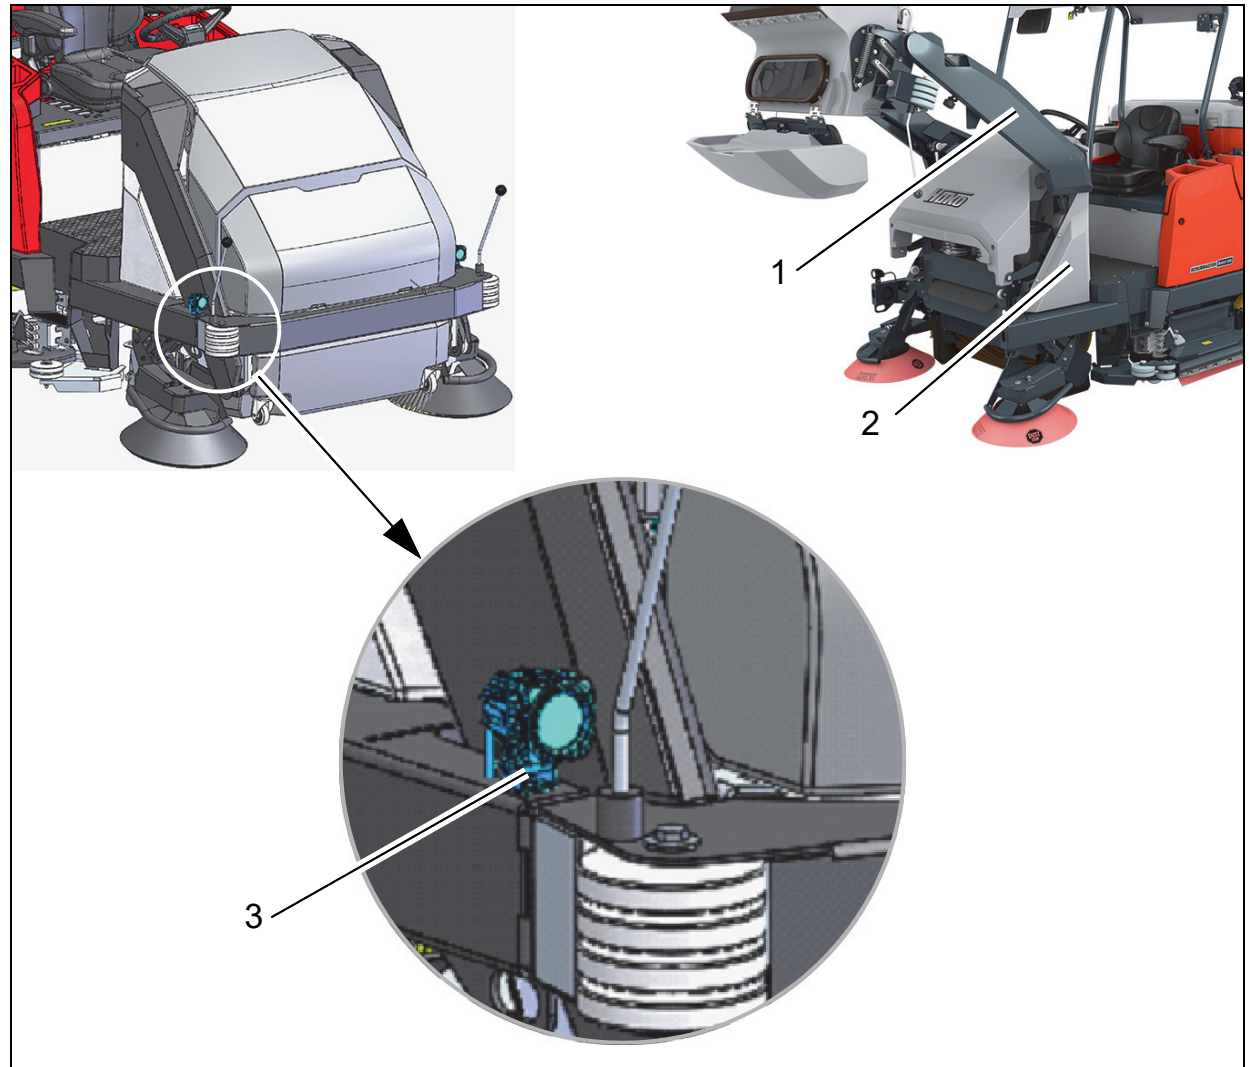

Abb. 5
- beidseitig Armverkleidung (Abb. 5/1)
- beidseitig graue Verkleidung (Abb. 5/2)
3. LED-Arbeitsscheinwerfer mit Unterlegscheibe und Mutter am Rahmen befestigen (Abb. 5/3).